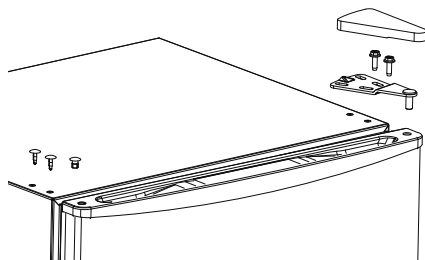

Fig. 3
- ▶ Desserrez les deux vis de la charnière supérieure (1) à l'aide d'un tournevis cruciforme (voir **fig. 3**) et retirez la charnière.
- ▶ Mettez les rondelles de la charnière supérieure de côté, dans un endroit sûr. Elles seront réutilisées pour l'installation de la porte du congélateur (2).
- ▶ Retirez les caches des trous de fixation du côté gauche, par exemple à l'aide d'un tournevis plat (voir **Fig. 3**).
- ▶ Retirez le bouchon borgne du tenon de charnière du côté gauche de la porte du congélateur (2) et placez-le dans le trou du côté droit (voir **fig. 3**).
- ▶ Soulevez la porte du congélateur (2) de la charnière inférieure et mettez-la de côté, dans un endroit sûr.